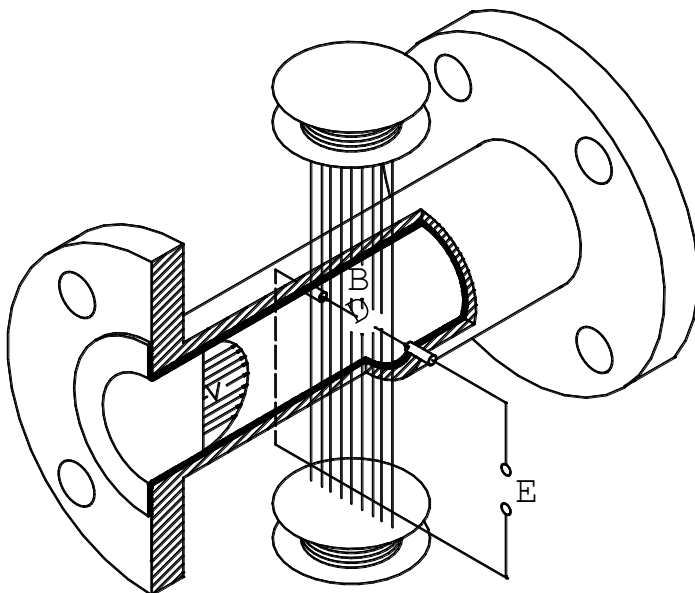

Рис. 4.1
4.1.1 Принцип действия расходомера основан на явлении электромагнитной индукции (см. рис.4.1).
4.2.3 ППР представляет собой отрезок трубопровода из немагнитного материала (см. рис. 4.1), внутренняя поверхность которого футерована диэлектриком (фторопластом). В диаметрально противоположных стенках трубопровода установлены два электрода, контактирующие с измеряемой средой и предназначенные для съёма ЭДС индукции (Е). Благодаря такой конструкции ППР расходомер вносит минимальное гидравлическое сопротивление в поток жидкости. Магнитная система ППР состоит из двух согласно включённых катушек возбуждения и магнитопровода. ЭДС индукции усиливается в блоке аналоговой обработки ППМ, преобразуется в цифровую форму и поступает затем в блок цифровой обработки сигнала. Блок аналоговой обработки сигнала также формирует ток, поступающий на катушки возбуждения магнитной системы ППР.